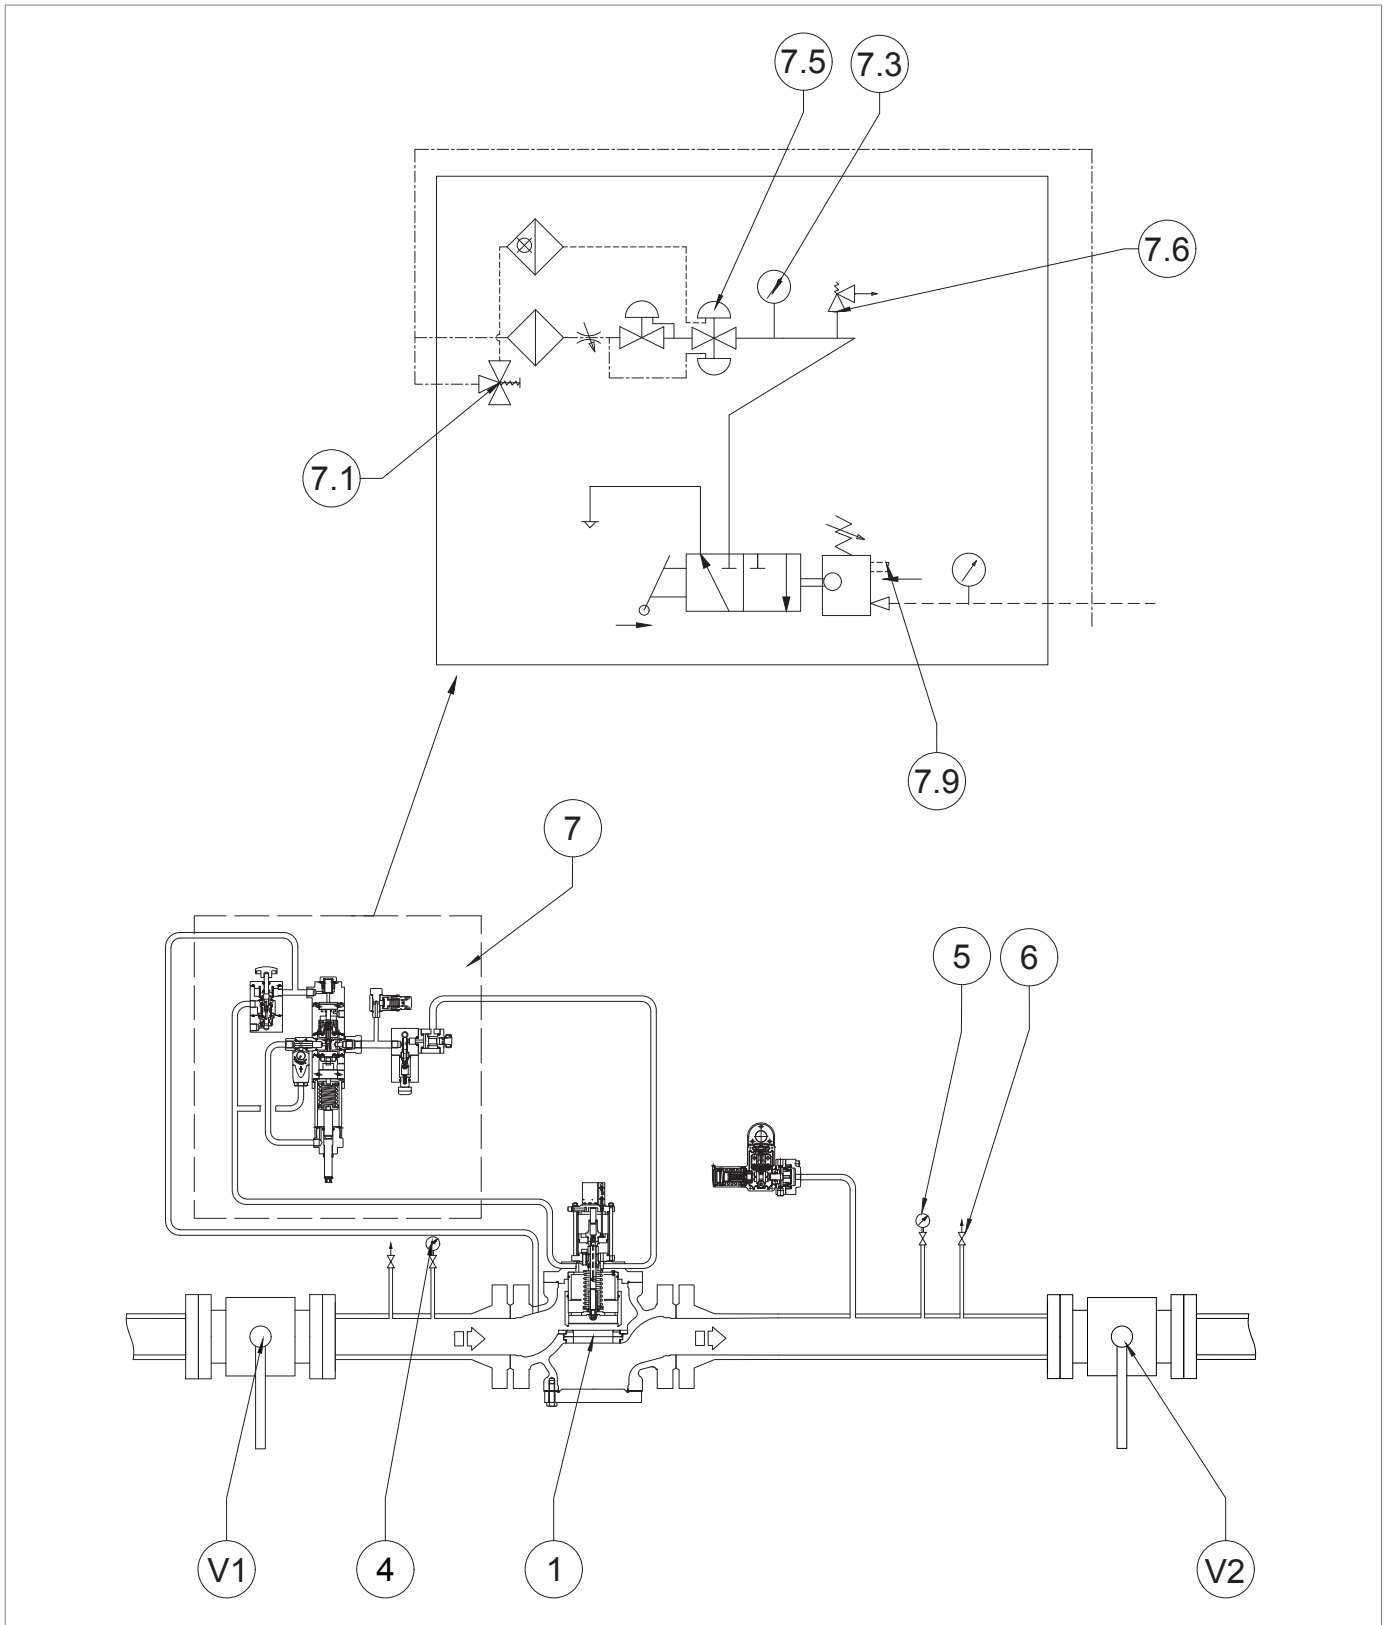

Abb. 8.14. Inbetriebnahme und Kalibrierung LINE OFF 2.0 für HBC 975
Überprüfen Sie anschließend, ob der angezeigte Druck des am Gerät LINE OFF 2.0 (Pos. 7.3 – Abbildung 8.14) angebrachten Manometers 0 bar beträgt, und stellen Sie sicher, dass die Leitung vollständig drucklos ist.
- **Betätigen Sie das Sperrventil im Handbetrieb durch Drücken des Auslösetaste (Pos. 10 - Abbildung 4.3.). Überprüfen Sie anschließend, ob der angezeigte Druck des am Gerät LINE OFF 2.0 (Pos. 7.3 - Abbildung 8.14) angebrachten Manometers 0 bar beträgt, und stellen Sie sicher, dass die Leitung vollständig drucklos ist.**
- Betätigen Sie das Sperrventil im Handbetrieb durch Drücken des Auslösetaste (Pos. 10 - Abbildung 4.3.). Überprüfen Sie anschließend, ob der angezeigte Druck des am Gerät LINE OFF 2.0 (Pos. 7.3 – Abbildung 8.14) angebrachten Manometers 0 bar beträgt, und stellen Sie sicher, dass die Leitung vollständig drucklos ist.